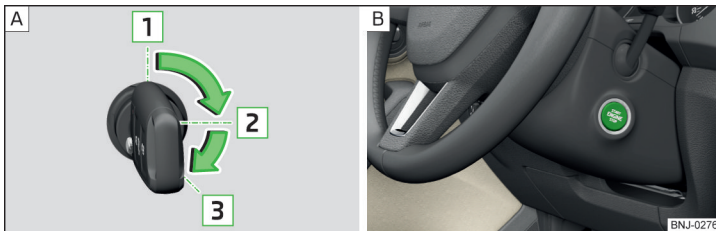

Abb. 206 Positionen des Fahrzeugschlüssels im Zündschloss / Starterknopf
Positionen des Fahrzeugschlüssels im Zündschloss » Abb. 206 - **A**
› Den Knopf drücken » Abb. 206 - **B**, die Zündung wird ein-/ausgeschaltet.
- › Bei Fahrzeugen mit **Zündschloss** den Schlüssel in die Position **3** drehen » Abb. 206 auf Seite 173 - **A**, es erfolgt der Startvorgang. Dann den Schlüssel loslassen, der Motor springt automatisch an.
- › Bei Fahrzeugen mit **Starterknopf** den Knopf kurz drücken » Abb. 206 auf Seite 173 - **B**, der Motor springt automatisch an.
- › Bei Fahrzeugen mit **Zündschloss** den Schlüssel in die Position **1** drehen » Abb. 206 auf Seite 173 - **A**.
- › Bei Fahrzeugen mit **Starterknopf** den Knopf drücken » Abb. 206 auf Seite 173 - **B**, der Motor und die Zündung werden gleichzeitig ausgeschaltet.
› Den Knopf gedrückt halten » **Abb. 206** auf Seite 173 -  oder zweimal innerhalb von 1 Sekunde drücken.